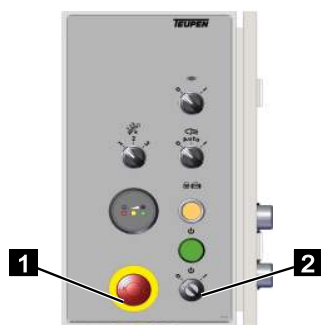

Fig. 69
1. S'assurer que le bouton d'arrêt d'urgence sur le boîtier de commande (Fig.69/1) n'est pas actionné.
2. Tourner le commutateur d'allumage (Fig.69/2) dans le sens des aiguilles d'une montre sur [ 1 ].